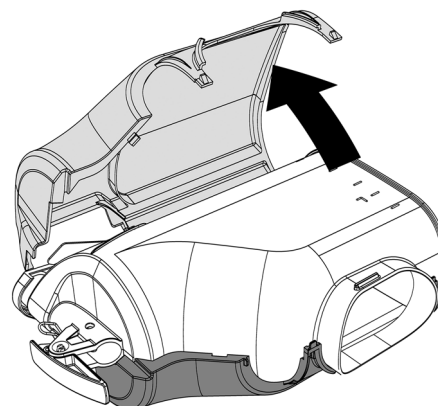
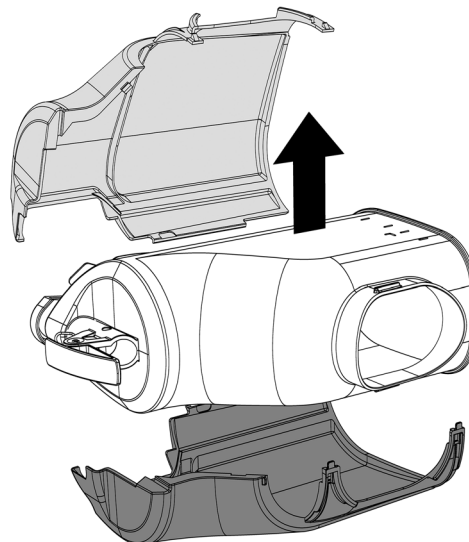

figura 17
figura 18
- 2 Rimuovere la parte sinistra del recover e successivamente la destra. (vedere figura 17)(vedere figura 18).